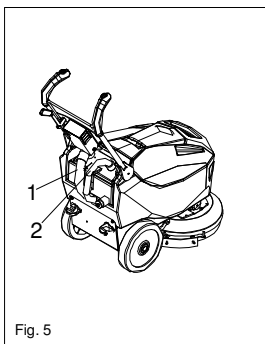

Fig. 5
1. Inserire il tubo di diametro maggiore nel raccordo sinistro del cupolino (Fig. 5 - 1)
2. Inserire il tubo di diametro minore nel raccordo destro del cupolino (Fig. 5 - 2)